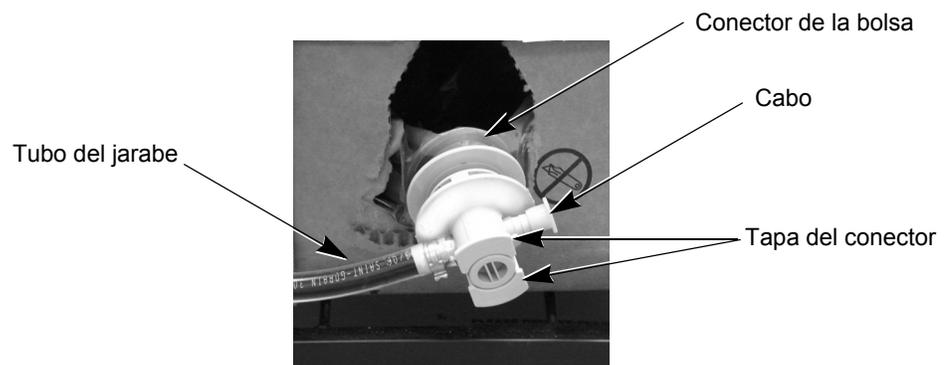

Figura 8
Cuando esté reemplazando un contenedor de BIB tipo 2, Consulte la Tabla 7 y la Figura 8.
6.	Vuelva a instalar la conexión QCD en la conexión de la nueva BIB, para ello deslícelo hacia la conexión y empuje la manguera del jarabe y el cabo de la conexión hacia abajo, en dirección hacia la bolsa. ¡Importante! Debe apretarse nuevamente el botón, tal como se muestra en la Figura 8.